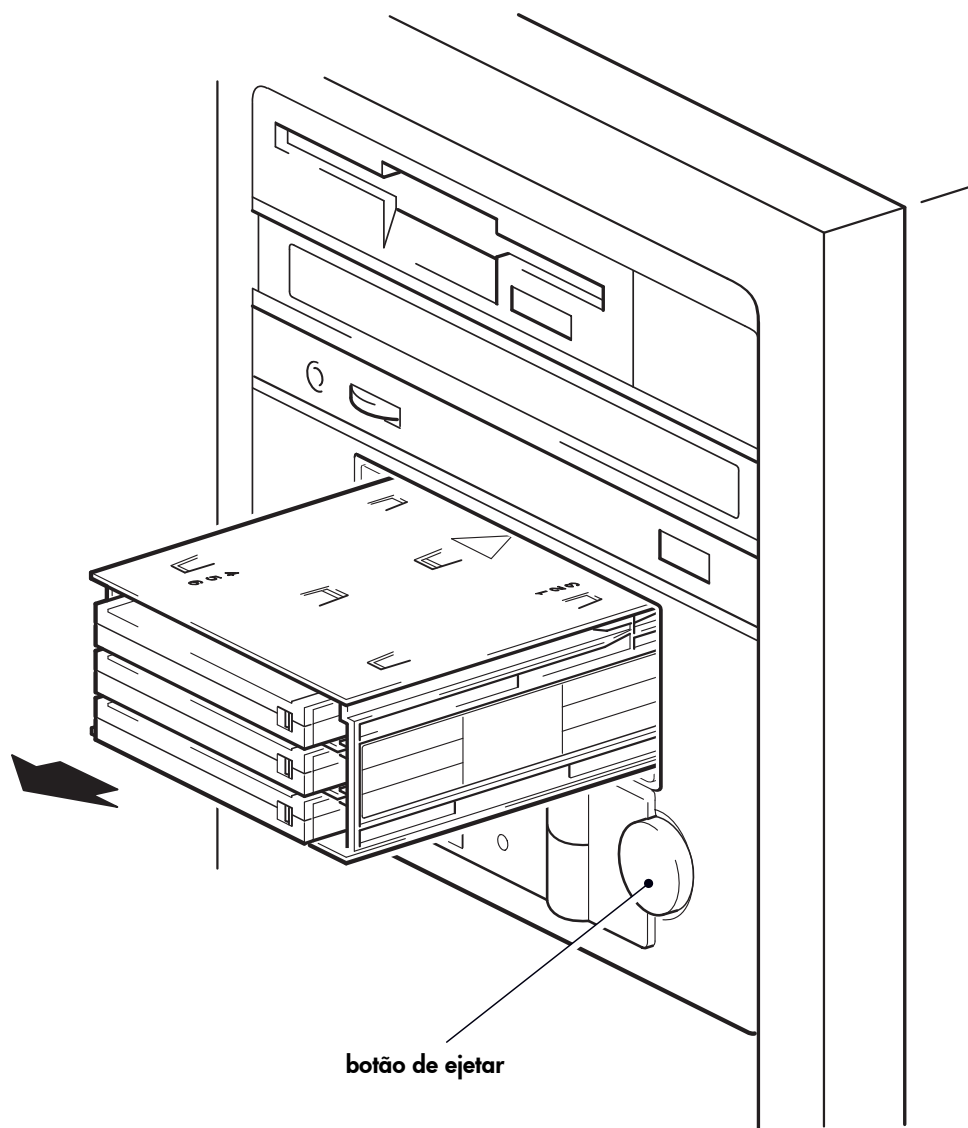

Figura 12: descarregar o autoloader
- 1 Pressione o botão de ejetar no painel frontal. (Veja a figura 12.)